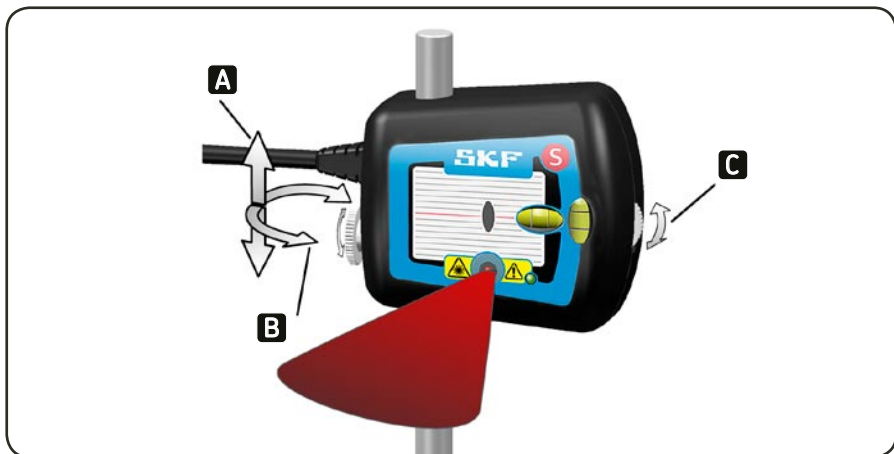

Abb. 12. Laserstrahleinstellung
c) Für die Grobeinstellung lösen Sie die Messeinheiten, indem Sie die Feststellschraube seitlich an der Messeinheit betätigen (Abb. 12). Auf diese Weise kann die Messeinheit sowohl an der Haltestange herauf- und herabgleiten, als auch nach links oder rechts gedreht werden. Benutzen Sie für die Feineinstellung des Laserstrahls das Justierrad an den Messeinheiten.